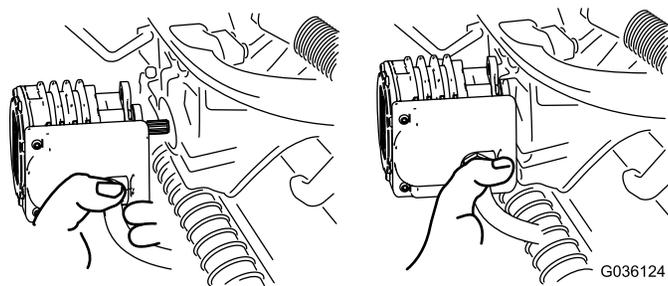

図 52
4. 外したモータは、サスペンションアームの前部にある一時保管位置にセットしておく **図 52**。